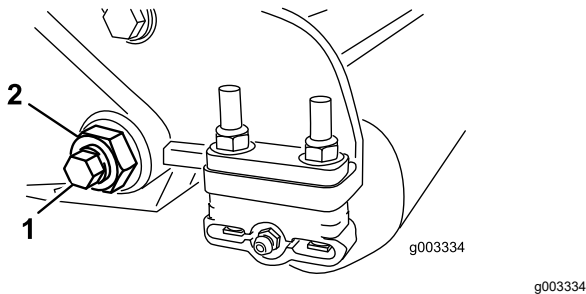

图 29
3. 在机器的另一侧松开固定底刀架螺栓图 29 的锁紧螺母。
4. 拆下两个底刀架螺栓向下拉动底刀架并从滚刀组上拆下来图 29。